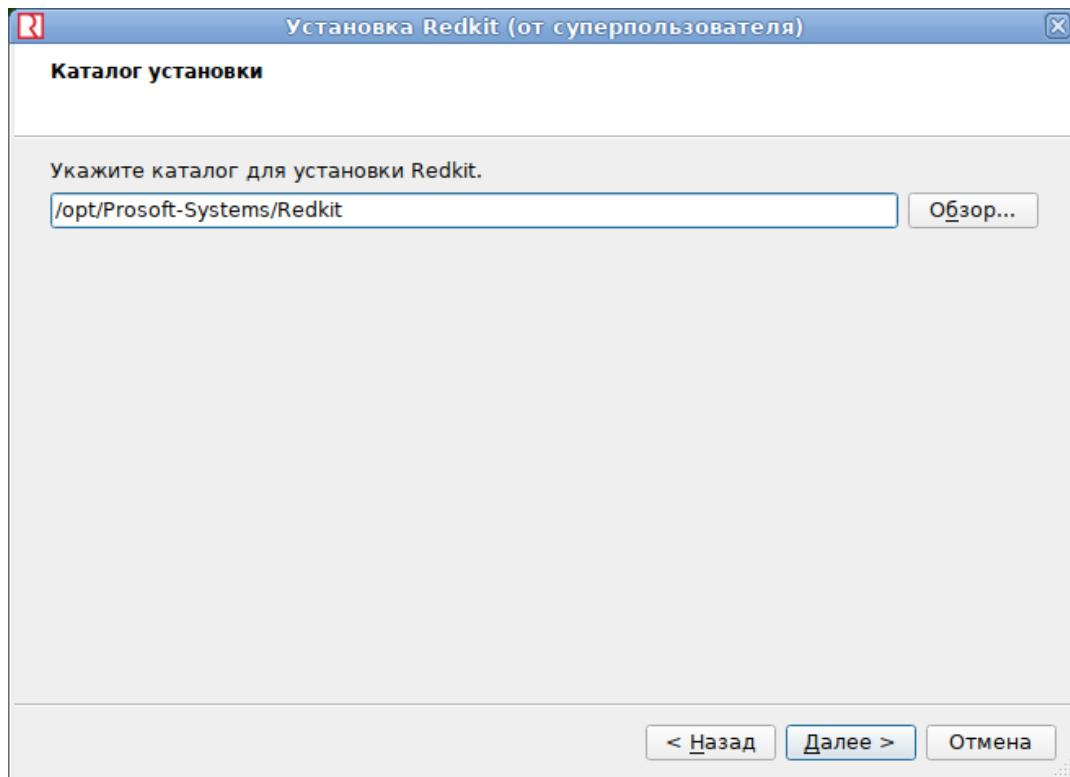

Рисунок 11 - Каталог установки
7. Оставьте каталог для установки Redkit по умолчанию и нажмите "Далее" (Рисунок 11).